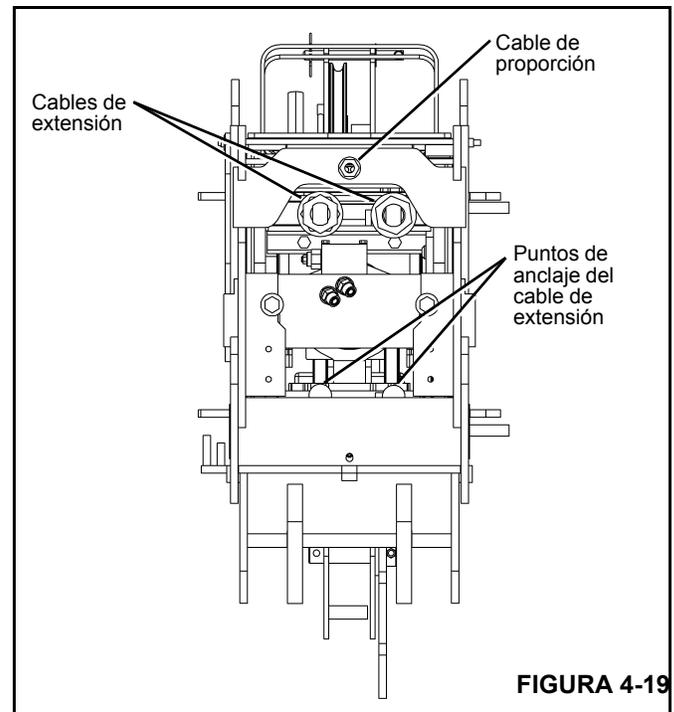

FIGURA 4-19
1. Apriete todos los cables ligeramente. Extienda y retraiga la pluma aproximadamente 4 pies (120 cm) varias veces para igualar las posiciones de secuencia de los cables de extensión y retracción (Figura 4-19).
- Apriete el cable de proporción a 9 lb-pie (12.2 Nm). El punto de ajuste de los cables se encuentra en la parte trasera de la pluma, en la barra transversal del malacate que atraviesa la 1ª sección (Figura 4-19).